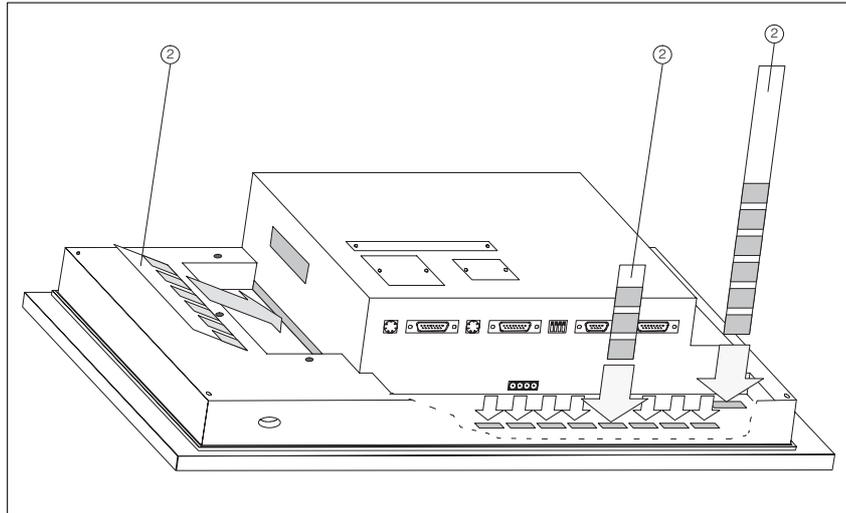

Figura 17-4 Inserimento delle etichette di siglatura
5. Inserire le nuove etichette ② con la sigla verso il basso, nelle feritoie della piastra frontale (v. figura 17-4).